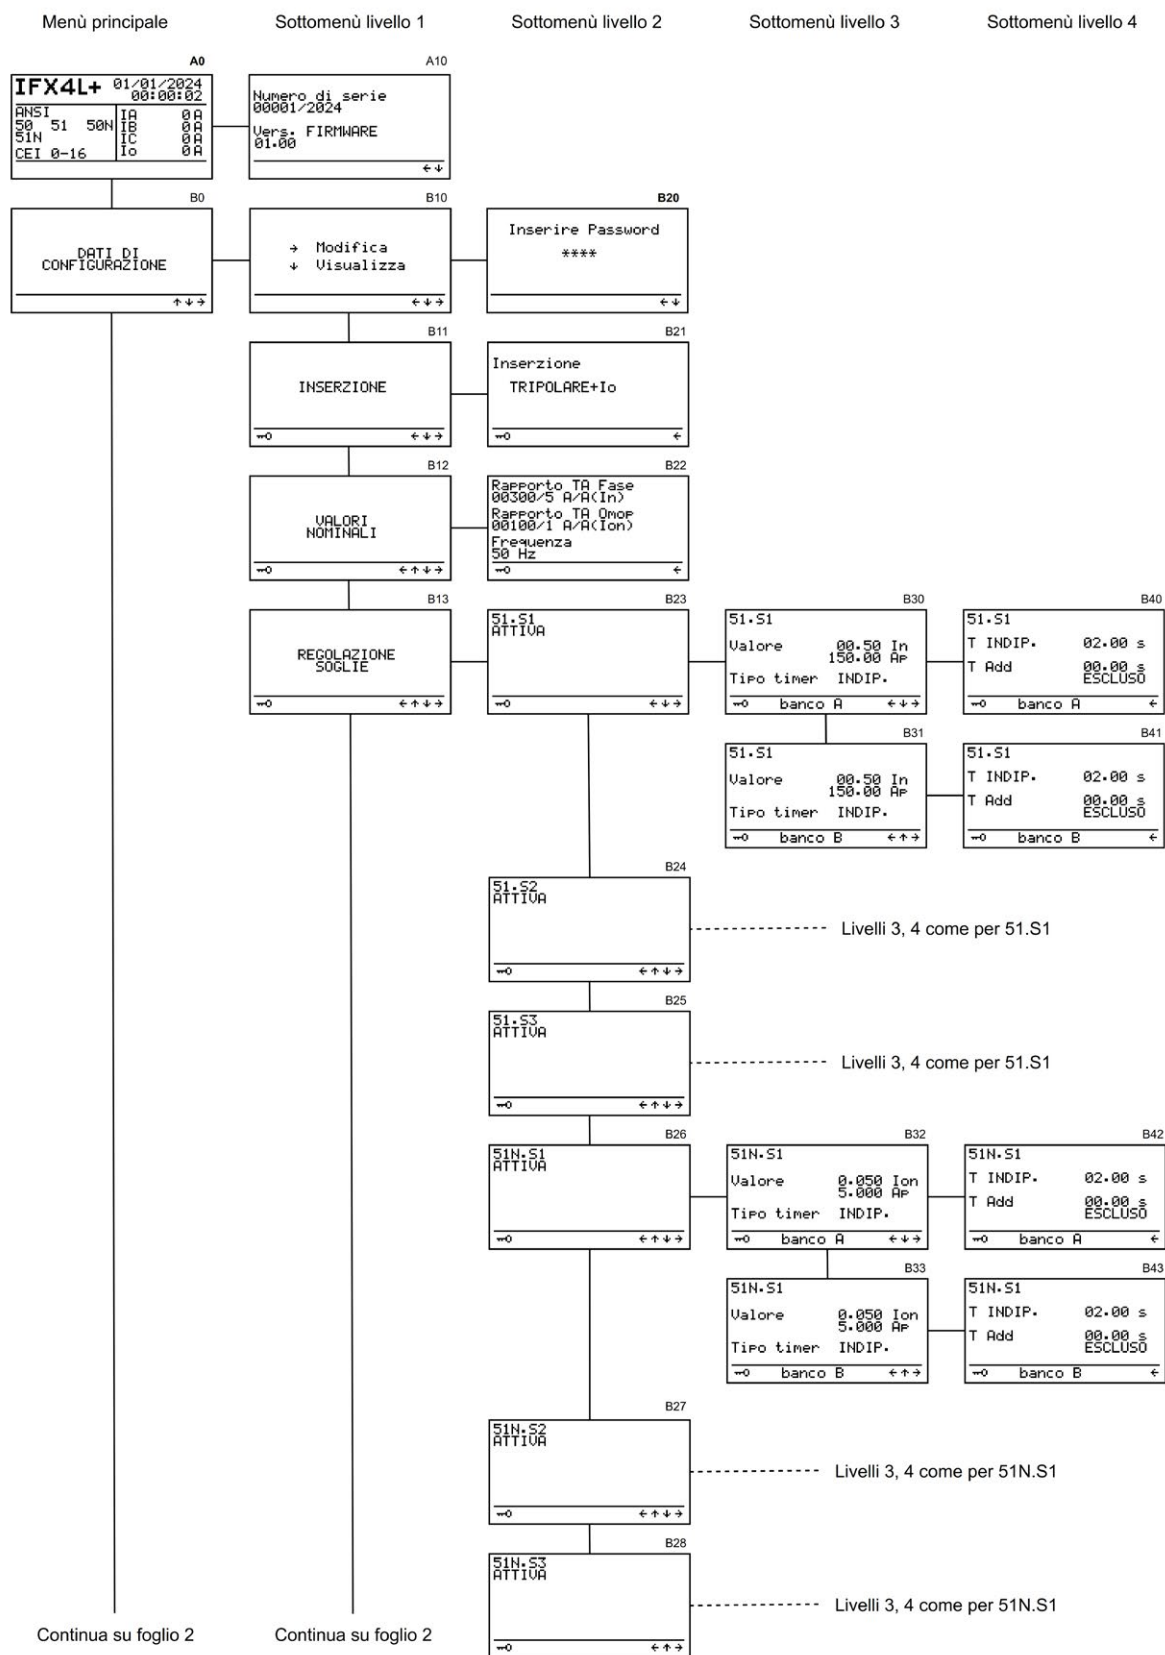

Figura 1
Il contenuto e la struttura delle visualizzazioni è riportato nelle Figura 1, 2, 3, 4, 5, 6, 7; i riferimenti A0, B0, C0, ecc. identificano le schermate nelle suddette figure.
6.2 VISUALIZZAZIONE DI BASE (FIGURA 1)
6.3 DATI IDENTIFICATIVI (FIGURA 1)
6.4 DATI DI CONFIGURAZIONE (FIGURA 1)
6.5 TIPO DI INSERZIONE E FUNZIONI DI PROTEZIONE (FIGURA 1)
6.6 VALORI NOMINALI (FIGURA 1)